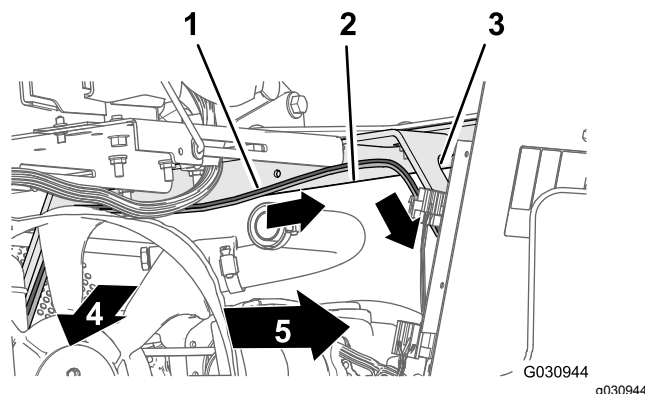

Figura 115
2. Instradate la diramazione di 108 cm del cablaggio preassemblato attraverso l'angolo della cassetta del sedile e verso il basso, lungo il supporto sinistro della copertura del motore (Figura 115).